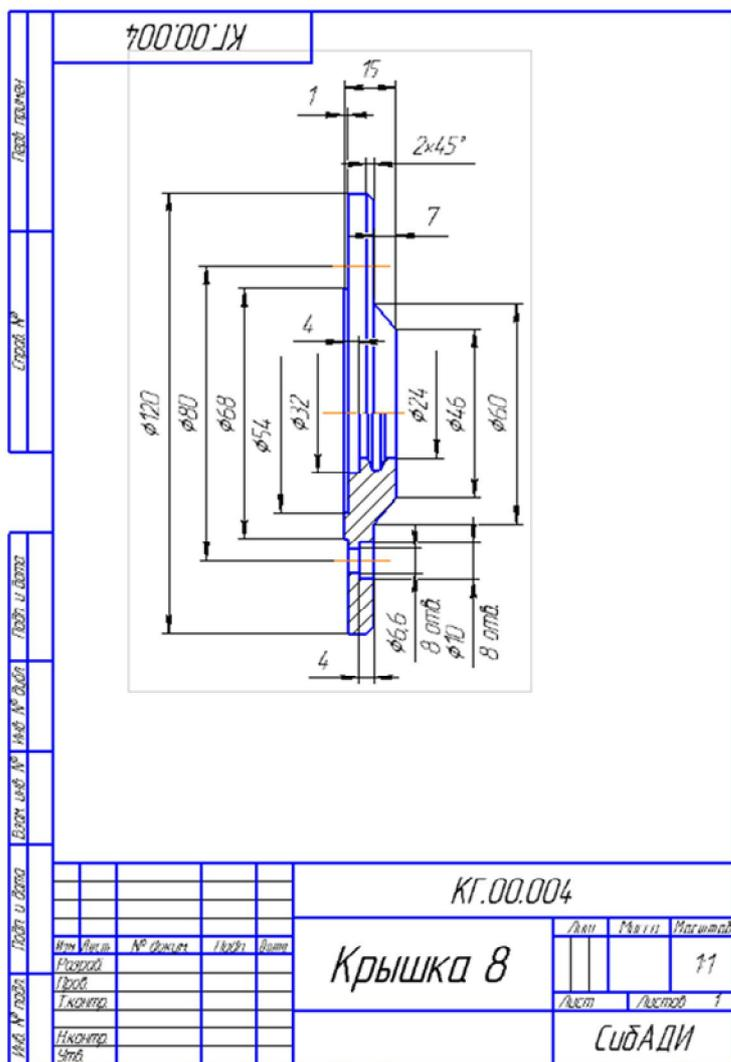

Рис. 4.18. Рабочий чертеж «Крышка 8»
- Откройте рабочий чертеж «Крышка 8», который находится в папке «... \Рабочие чертежи\ Крышка 8 \_ КГ.00.004» (рис. 4.18).